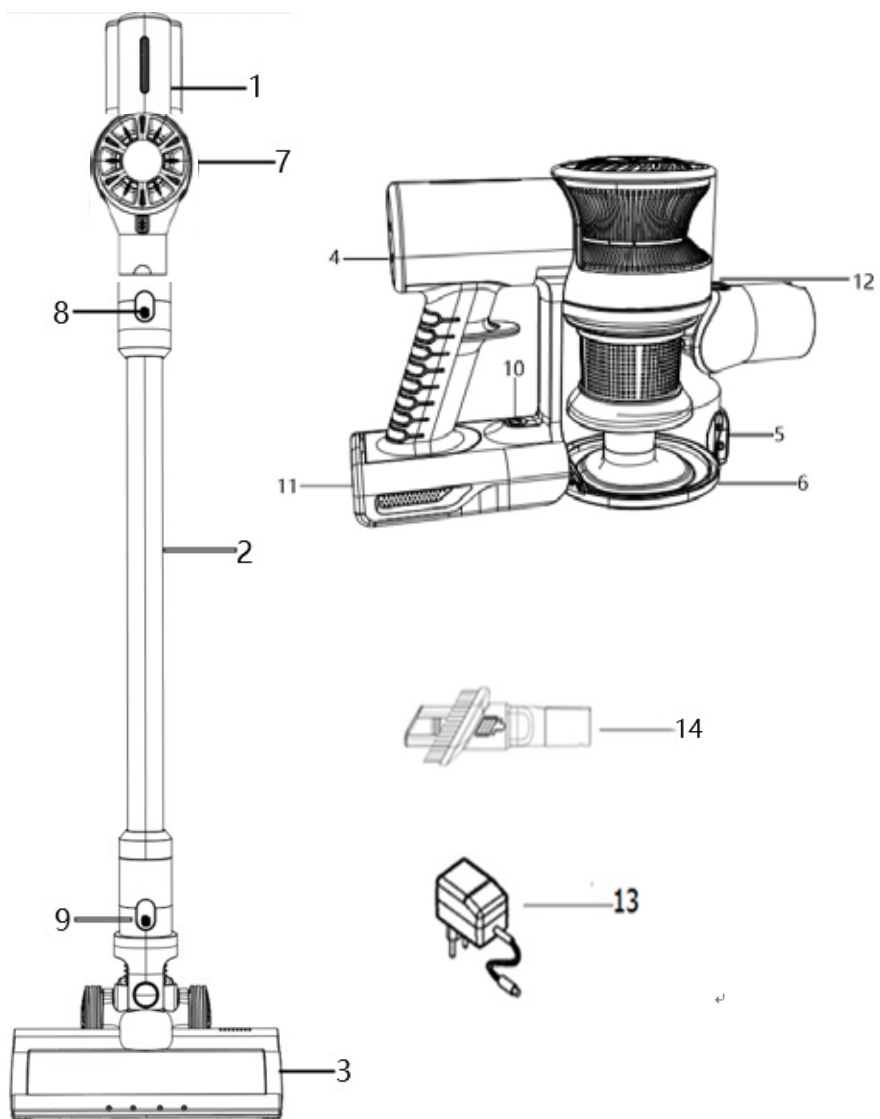

FIG. 1
1. Montaż rury aluminiowej (Rys.1)